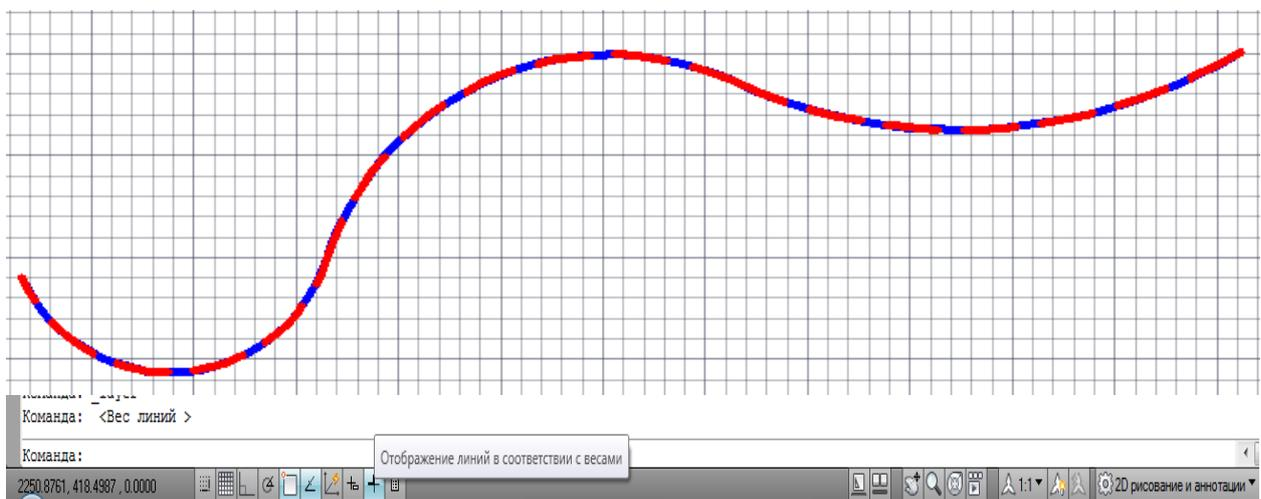

Рис.8. Отображение линий в соответствии с весами
- 6. Включить кнопку, **Отображение линий в соответствии с весами** (Рис.8).